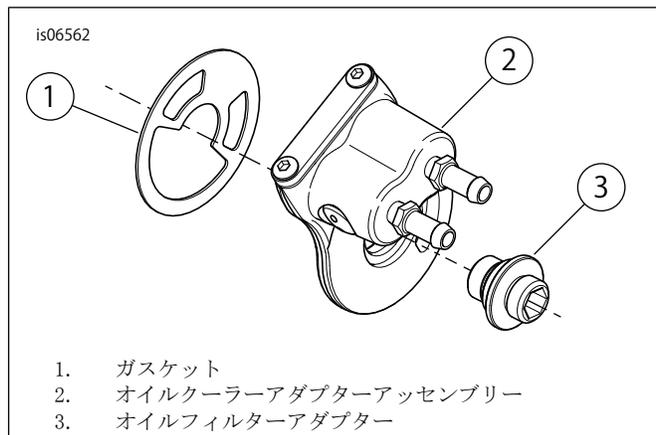

図3. オイルクーラーアダプターアセンブリの取り付け
3. 図3を参照してください。ガスケット(1)とオイルフィルターアダプター(3)でオイルクーラーアダプター(2)を取り付けます。オイルフィルターアダプターを次のトルク値で締め付けます: 16.3-21.7 N·m(12-16 ft-lbs)。